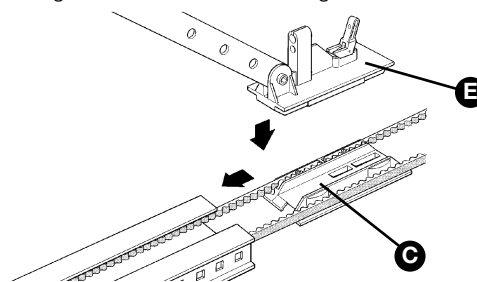

Figura 19
**7** Enganche el carro superior [E] a aquel inferior [C] y coloque todo el carro adentro de la guía, tal como muestra la figura 19.